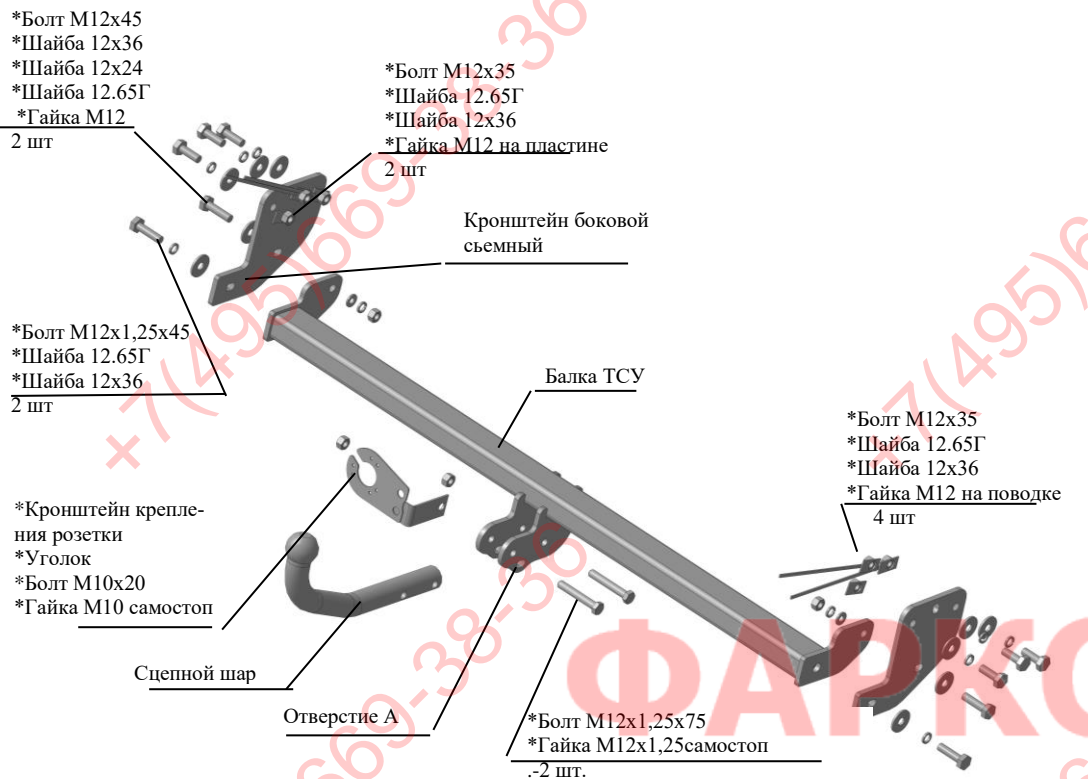

Рис.1 Тягово-сцепное устройство 7380
2.1 ТСУ 7380 в сборе (рис.1)	1 шт.
2.2 Пакет с комплектующими (см. рис.1)	1 шт.
4.3 Установить балку ТСУ, закрепив ее к боковым съемным кронштейнам соответственно рис.1. Крепеж не затягивать.
4.5 Закрепить сцепной шар и кронштейн крепления розетки (предварительно собранный, соответственно рис.1) к кронштейнам шара болтами М12х1,25х75 и гайками М12х1,25 самостоп.